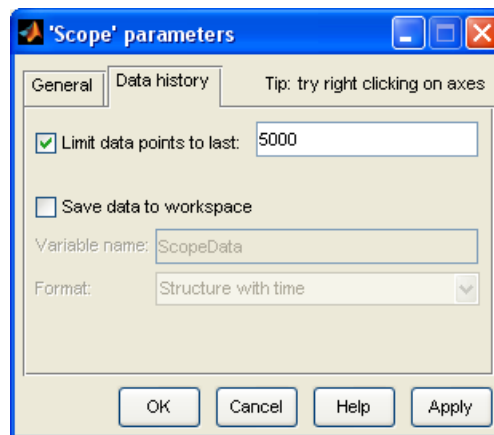

Abbildung 4.7: Scope Parameter Data History
- Die Karte **Data History** (Abbildung 4.7) erlaubt das Abspeichern der Simulationsergebnisse in einer Variablen (*Save Data to Workspace*) mit dem eingestellten Typ Struktur oder Array. Es kann sowohl die Zeit als auch die Daten gespeichert werden.